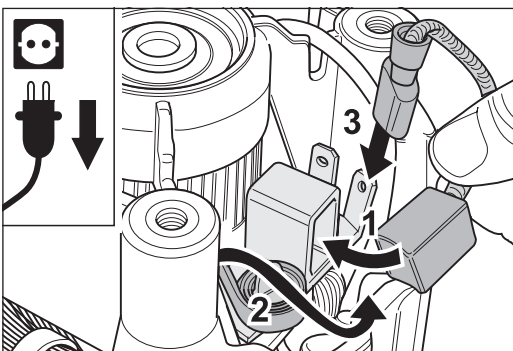

Abb. 55 Die neue Kohlebürste einsetzen (1), den Messing-Druckbügel zurückdrehen (2) und den Anschluss-Stecker befestigen (3).
- 5 Setzen Sie die neue Kohlebürste ein (Abb. 55, 1) und drehen Sie den Messing-Druckbügel des Kohlenhalters wieder zurück (Abb. 55, 2).
- 6 Befestigen Sie den Stecker der Kohlebürste auf den dafür vorgesehenen Kontakt am Kohlenhalter (Abb. 55, 3). Verlegen Sie das Kabel der Kohlebürste so wie bei der anderen, noch montierten alten Kohlebürste. Dadurch wird ein späteres Einklemmen der Kabel verhindert.